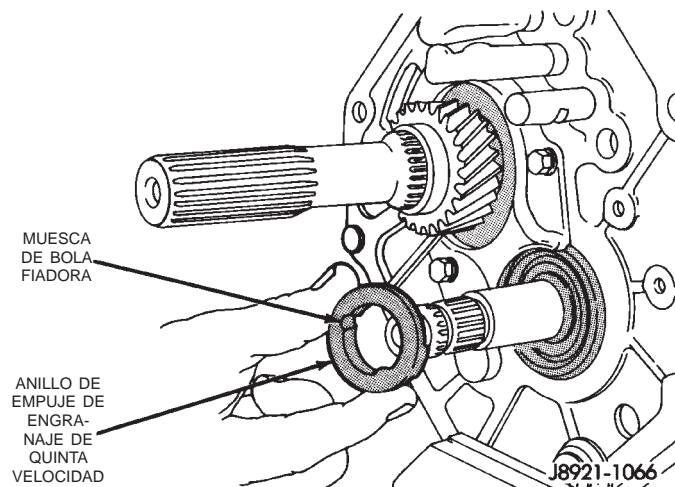

Fig. 55 Desmontaje de anillo de empuje de engranaje de quinta velocidad
(7) Retire del árbol intermedio el anillo de empuje del engranaje de quinta velocidad (Fig. 55).